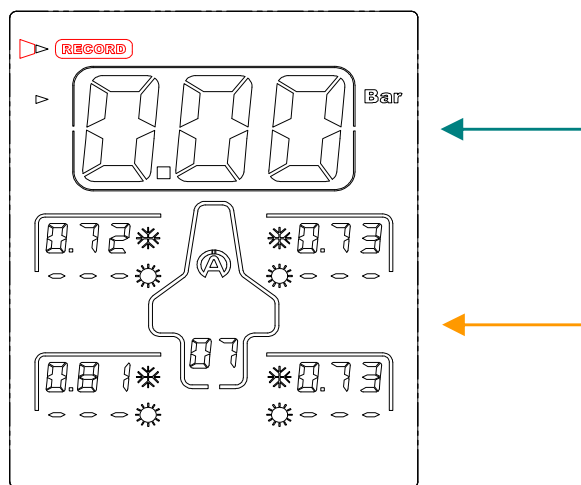

Figure 1
- 1) A l'aide des boutons     , sélectionnez l'icône « **RECORD** », (figure 1)